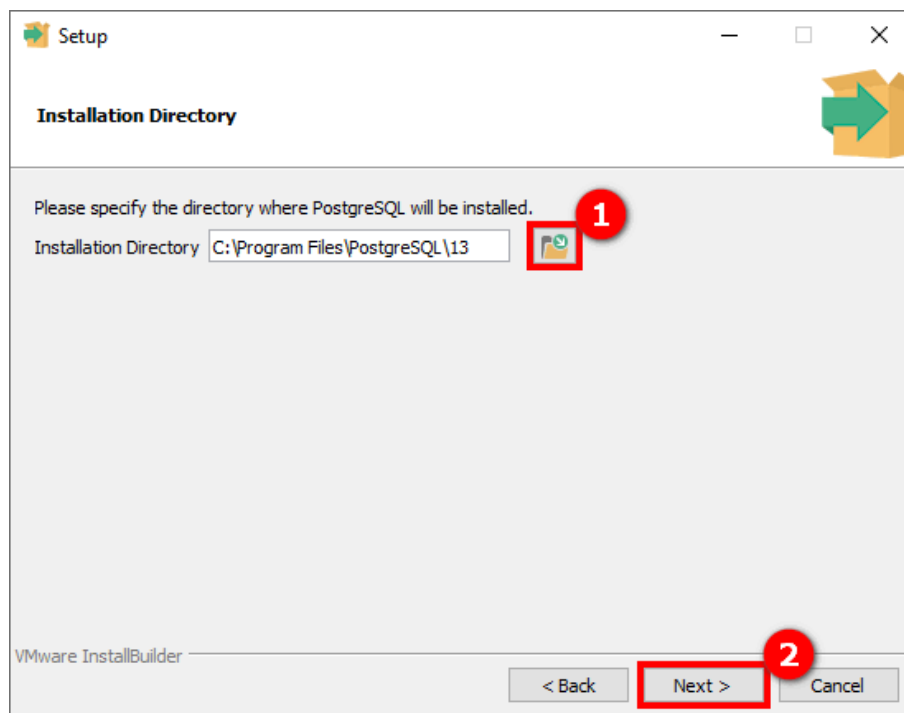

Рисунок 4 – Окно установки СУБД PostgreSQL
В следующем окне будет отражена информация о папке, в которую будет установлен **PostgreSQL**. По умолчанию это: C:\Program Files\ PostgreSQL \ 13. При необходимости можно указать другую папку или выбрать ее, нажав кнопку  (1) (см. рисунок 4). Нажимаем кнопку **Next** (2).